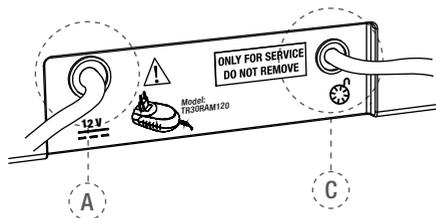

Рис. 2 Задняя панель устройства управления
- b. Вставить штекер зарядного устройства аккумулятора в соединительное гнездо (A - см. рис. 2) на задней панели прибора (подробности см. в разделе 7.3.3).
- d. Вставить кабель ножной педали в гнездо на задней панели прибора (C - см. рис. 2).
**Оранжевый мигающий:** зарядное устройство аккумулятора надлежащим образом подсоединено к гнезду **A** (см. рис. 2) на задней панели прибора, и аккумулятор заряжается. В случае если прибор выключается, а зарядное устройство аккумулятора подключено, прибор снова начнет работу и на дисплее появится следующее сообщение: